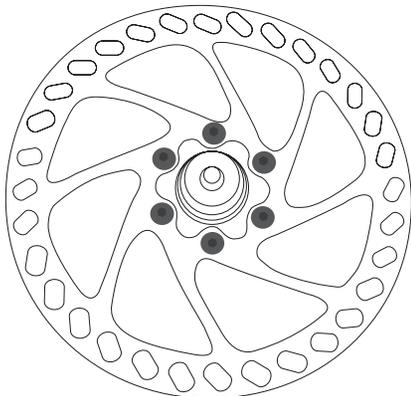
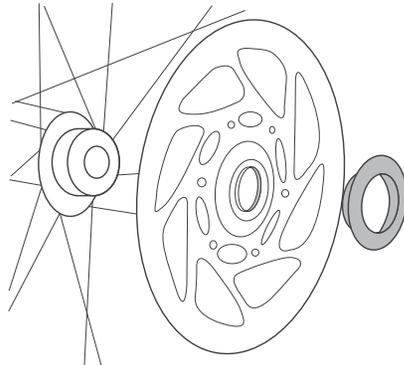

Figure 3. Boulons de rotor
Figure 4. Écrou Centerlock
Pour les roues avec freins à disque, assurez-vous que la fixation du rotor du frein (Figure 3 ou Figure 4) est serrée :
- + Serrez les boulons de rotor (Figure 3) avec un couple de 5-6,2 N•m.
- + Serrez un écrou Centerlock (Figure 4) avec un couple de 40,2 N•m.